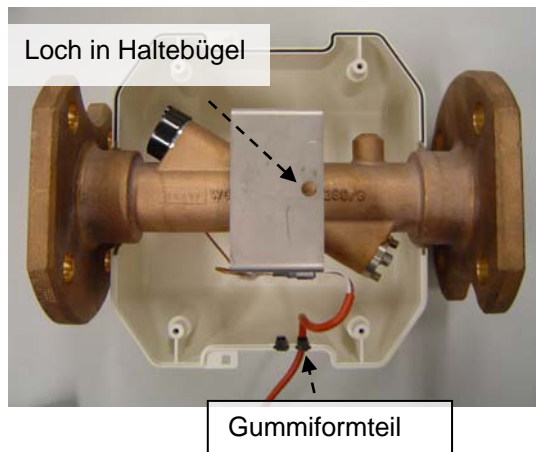

Bild 11: Zähler mit unterer Halbschale
- Entfernen der werkseitigen Benutzer-plombe (s. Bild 11)
- Abnehmen der unteren Halbschale – hierbei das Kabel mit Gummiformteil (s. Bild 11) vorsichtig herausziehen
- Aufsetzen der oberen Halbschale – hierbei darauf achten, dass der angeformte Haltestift an der Innenseite der Halbschale in das vorgesehene Loch des Haltebügels eingreift (s. Bild 11)